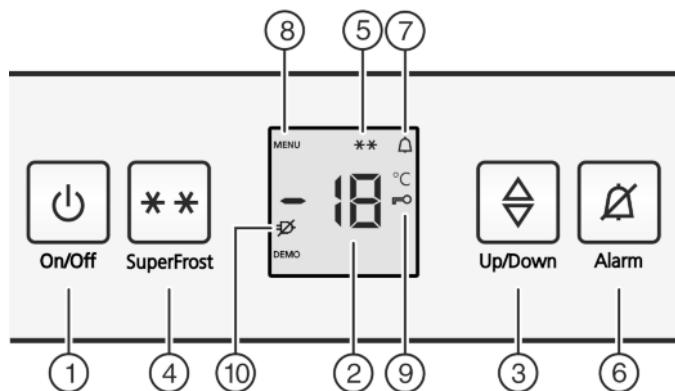

Fig. 2
- Нажать кнопку On/Off Fig. 2 (1).
- Активация режима настройки: Нажмите кнопку SuperFrost Fig. 2 (4) и удерживайте ее прим. 5 секунд.
- На индикаторе будет отображаться символ «Меню» Fig. 2 (8).
- Для подтверждения нажать и отпустить кнопку «SuperFrost» Fig. 2 (4).
► На индикаторе горит символ «Защита от детей» Fig. 2 (9).
- нажмите и отпустите кнопку "On/Off" Fig. 2 (1).
► На индикаторе будет отображаться символ «Меню» Fig. 2 (8).
► Символ «Защита от детей» Fig. 2 (9) гаснет.
- Нажмите кнопку Alarm Fig. 2 (6).
Одновременно мигает индикация температуры и символ тревоги Fig. 2 (7).
Звуковой сигнал выключается автоматически, символ аварийного сигнала Fig. 2 (7) выключается и индикатор температуры перестает мигать, если температура снова становится достаточно низкой.
► Нажмите кнопку Alarm Fig. 2 (6).